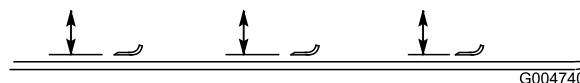

図 87
2. デッキの天井から各ブレードの前端の刃先までの距離を測る 図 87。